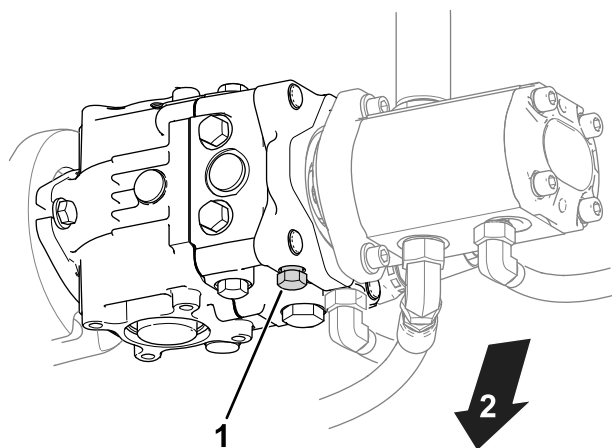

Figura 25
1. Localizați supapa de bypass pe pompă (Figura 25).